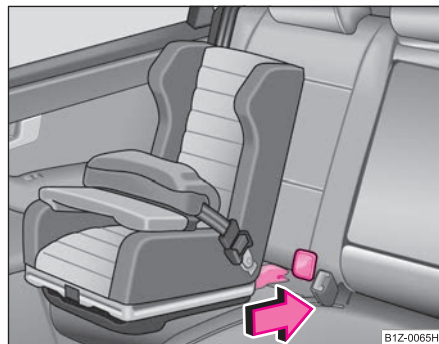

Fig. 163 El asiento infantil ISOFIX se introduce en los conos de alojamiento montados
- Introduzca los brazos de enclavamiento del asiento infantil, por encima de los conos de alojamiento montados, en las argollas de sujeción hasta que el asiento infantil encastre de forma audible ⇒ fig. 163.